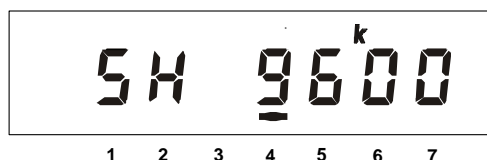

Рисунок 5.7
5.2.4.4 Окно «Начальная скорость обмена» (рисунок 5.7).